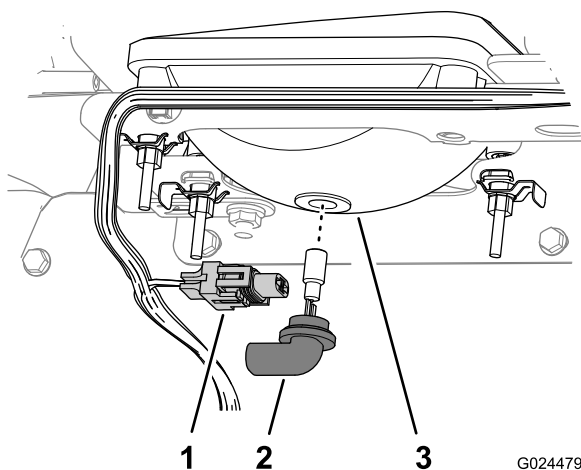

Figura 40
3. Desligue o conector elétrico para a cablagem do conector do conjunto da lâmpada, na parte de trás do compartimento do farol (Figura 40).
4. Rode o conjunto da lâmpada 1/4 de volta para a esquerda e mova-o para trás, para fora do compartimento do farol (Figura 40).
5. Insira o novo conjunto da lâmpada e compartimento do farol e alinhe as linguetas no conjunto da lâmpada com as ranhuras no compartimento do farol (Figura 40).
6. Fixe o conjunto da lâmpada rodando-o 1/4 de volta para a direita (Figura 40).
7. Ligue o conector elétrico para a cablagem ao conector do novo conjunto da lâmpada (Figura 40).